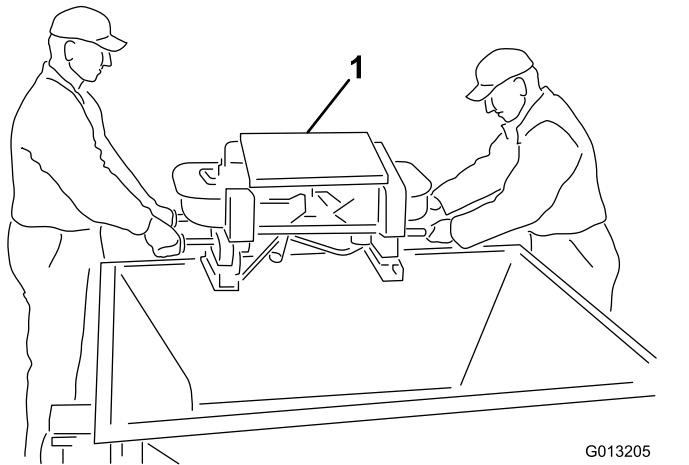

Figura 5
4. Sollevate lo spargitore doppio dalla tramoggia utilizzando le maniglie esterne dello spargitore doppio e posizionate l'unità spargitore doppio a terra (Figura 5).